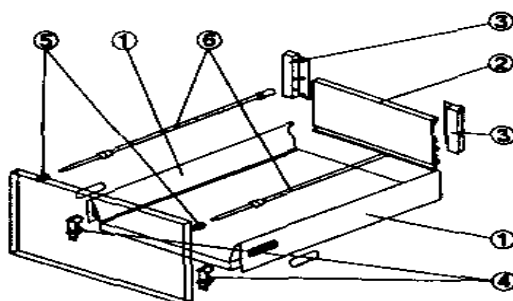

Рис.5
1. Соединить между собой боковую стенку (1) и держатель задней стенки (3), левые и правые соответственно (рис.5)
2. Вставьте днище ящика в пазы боковых стенок (1) и зафиксируйте его шурупами 4x15.
3. Установите заднюю стенку (2) и закрепите ее шурупами 4x15.
4. На лицевой панели закрепите держатели фасадов (4) и держатели рейлингов (5).
6. Установите рейлинги (6).